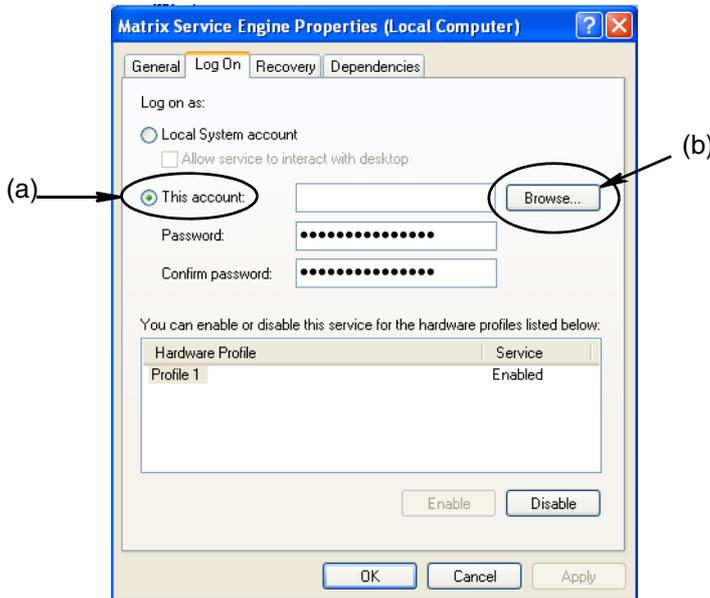

ABB. 39
- f. Wählen Sie „Dieses Konto“ (a) (ABB. 39).
- g. Klicken Sie auf die Schaltfläche „Durchsuchen“ (b) (ABB. 39).
- Wenn der angegebene Name gefunden wird, wird erneut das Fenster aus ABB. 39 angezeigt. Geben Sie das Passwort für Ihren Computer an. Geben Sie im Feld „Passwort bestätigen“ genau dasselbe Passwort noch einmal ein.